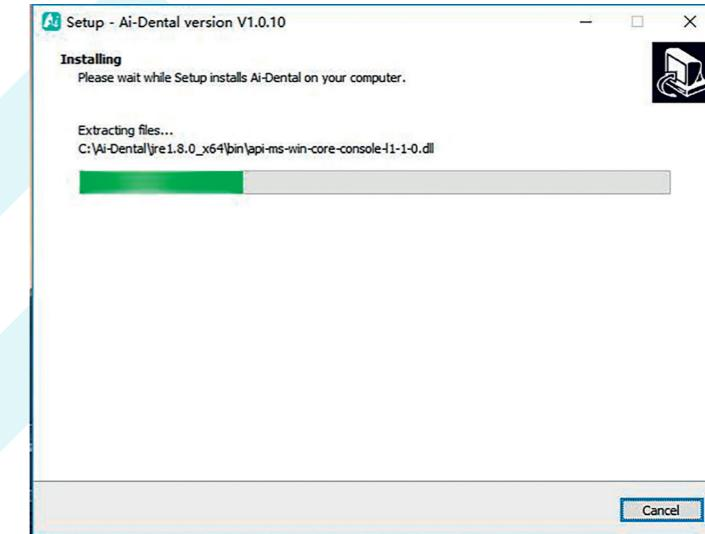

Figura 9
4.1.8 Una vez pulsado el botón «Instalar», el programa comienza a instalarse. El usuario sólo tiene que esperar a que se complete la instalación, como se muestra en la Figura 9: